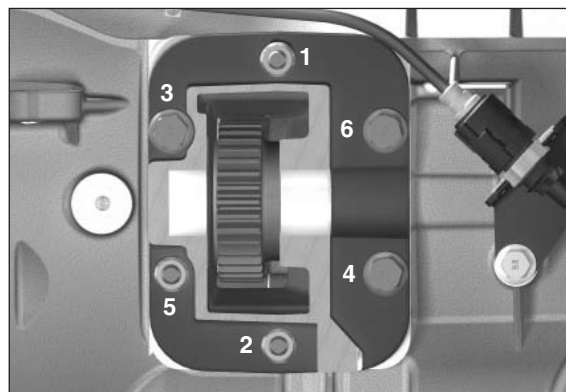

Figura 16
17. Apriete todos los tornillos de sombrerete (**Figura 16**) a 25 lbs. pie [34 N.m.] y apriete las tuercas autobloqueantes a 35-40 lbs. pie [48-54 N.m.].